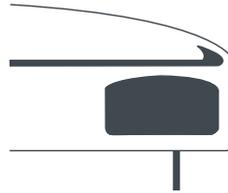

Fig.14
Orifício de segurança (6). No caso de se produzir pressão excessiva, o vapor é libertado através do corte do orifício de segurança situado no rebordo da tampa (Fig. 14). Este é um mecanismo de segurança que só será ativado em caso de utilização anormal. Se as duas válvulas, a de funcionamento e a de segurança, estiverem bloqueadas devido a, por exemplo, um enchimento excessivo da panela, a pressão expelle a junta de silicone e permite que a pressão se liberte através deste orifício. Se isso ocorrer, deve levar a panela ao **Serviço Técnico Autorizado** mais próximo para examinar todos os sistemas de segurança.